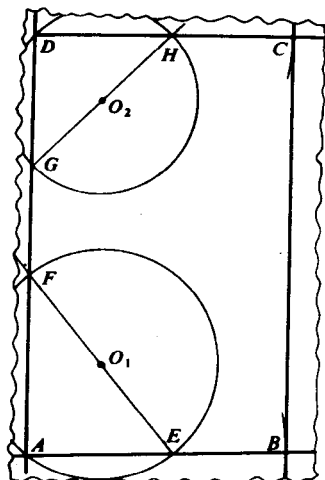

图 8
① 长半径等于长中心线之半，短半径等于短中心线之半。
5. 裁剪大矩形划线 (见图 8)